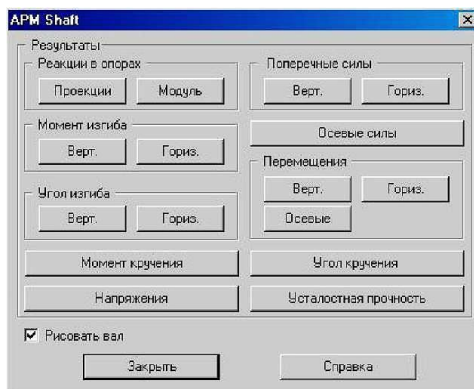

Рис. 23
6. Просмотр результатов расчета. Для просмотра результатов расчета переходим в меню *Результаты* и в открывшемся окне «*Результаты*» выбираем тот вид результатов расчета, который необходимо просмотреть. Если пользователь хочет, чтобы эпюры силовых факторов строились на фоне вала, то нужно оставить установленный по умолчанию флажок напротив опции *Рисовать вал*. В противном случае флажок нужно убрать (рис. 23).
7. Генерация чертежа вала. Для генерации чертежа рассчитанного вала выбираем в диалоговом окне «Файл» пункт «Экспорт» и вызываем открытие диалогового окна «Заполнение штампа» (рис. 23). В поля ввода этого окна можно внести фамилии исполнителей и дату, а также выбрать масштаб чертежа, формат чертежа и т.д.